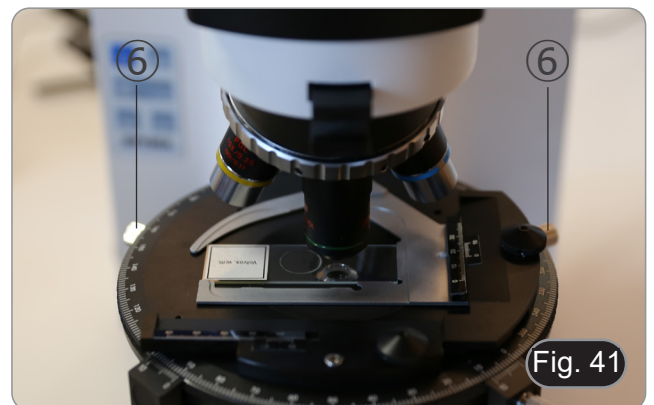

Fig. 41
7. Utilizar los tornillos de centrado de la platina ⑥ para desplazar la pieza diametralmente opuesta al círculo descrito. El desplazamiento debe ser aproximadamente la mitad del diámetro del círculo descrito. (Fig. 41)